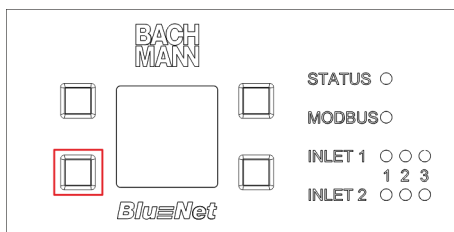

Fig. 84: Pantalla con botones de mando
2. Pulse durante dos segundos el botón situado en la parte inferior izquierda y vuelva a soltarlo (Fig. 84/marcado en rojo).